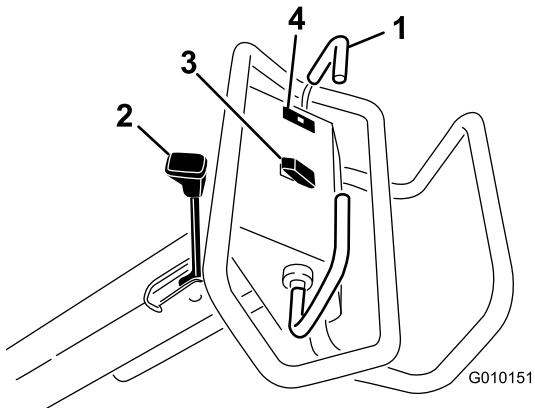

Bild 11
Bewegen Sie den Fahrantriebsbügel nach vorne, um vorwärts zu fahren. Bewegen Sie den Fahrantriebsbügel nach hinten, um rückwärts zu fahren (Bild 11).
- Schieben Sie zur Aktivierung der Feststellbremse den Feststellbremshebel zum Bedienergriff (Bild 11).
Die Öldruck-Warnleuchte (Bild 11) leuchtet auf, wenn der Motoröldruck unter einen sicheren Stand fällt. Wenn der Öldruck je niedrig ist, stellen Sie den Motor ab und suchen Sie nach der Ursache. Beheben Sie den Schaden, bevor Sie den Motor wieder anlassen.
Anheben: Drücken Sie den Schalter oben (Bild 11), um den Aerifizierkopf anzuheben und auszukuppeln. Hubdruck besteht nur bei laufendem Motor. Wenn der Aerifizierkopf unter der Transporthöhe ist, siehe Zurücksetzen des Systemsteuerungsschaltkreises (Seite 25).
Absenken/Aktivieren: Drücken Sie den Schalter unten (Bild 11), um den Aerifizierkopf abzusenken und einzukuppeln. Der Fahrantreibsbügel muss in der Vorwärtsstellung sein, um den Schalter zu aktivieren.